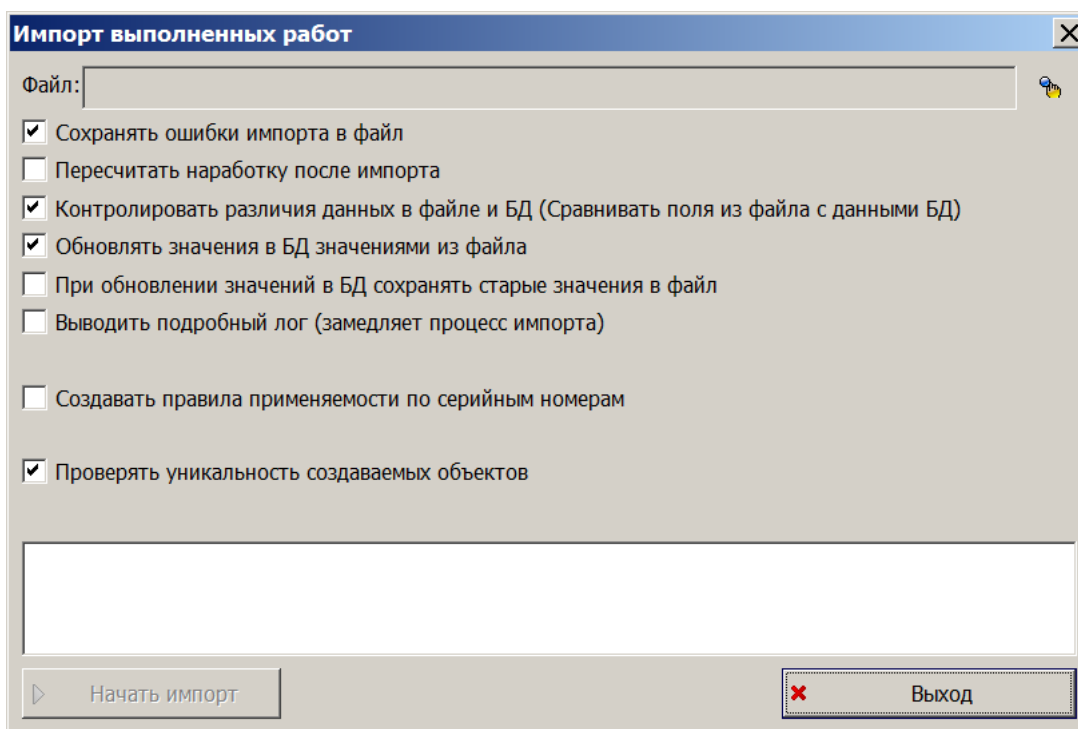

Рис. 14-64 – Диалоговое окно для импорта выполненных работ
4) В диалоговом окне «Импорт выполненных работ» выбрать файл для импорта, нажав кнопку справа от поля «Файл» (рис. 14-64).